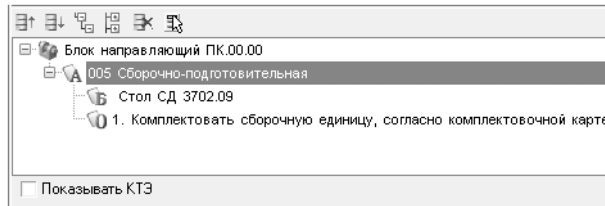

Рис. 11.9.
23. В открывшемся окне справочника на вкладке **Объекты фильтрации** снимите галочку напротив объектов *Агрегатно-сборочный 5/2* и *Сборочно-подготовительная*, а затем в дереве оборудования последовательно выберите *Сборочное оборудование* — *Для сборки* — *Стол* — *Стол СД 3702.09* и двойным щелчком левой кнопкой мыши примените элемент (рис. 11.9).